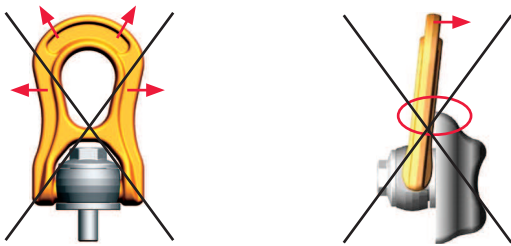

Bild 2: nicht erlaubt
- Bei Anliegen an Kanten oder Flächen lt. Bild 2